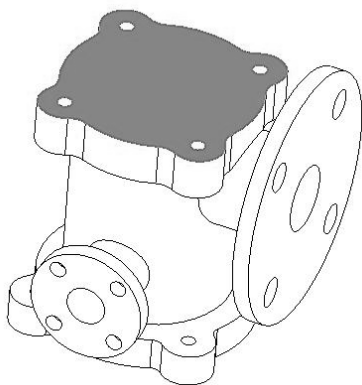
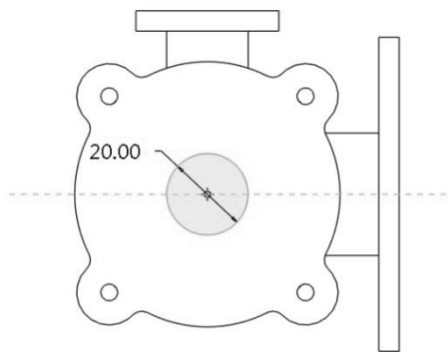

图 4-180 指定绘图平面
图 4-181 截面
(1) 创建拉伸特征: 指定图 4-180 所示平面为绘图平面。绘制如图 4-181 所示的截面, 完成后, 在操控面板上单击 按钮, 拉伸方向向下, 选择拉伸方式为 。完成后单击 完成特征创建;